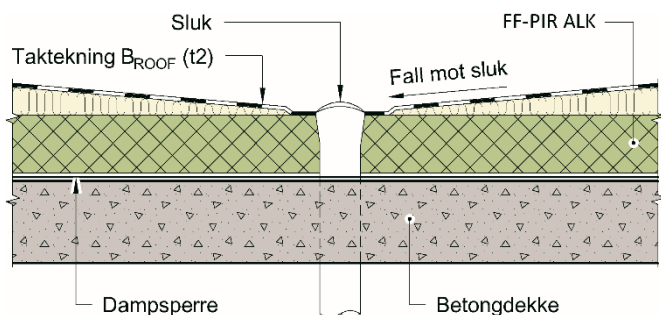

Fig. 6
- FF-PIR ALK kan brukes mot og rundt gjennomføringer (også røykluker og overlyskupler) uten noen utskifting til ubrennbar isolasjon. Se Fig. 6.